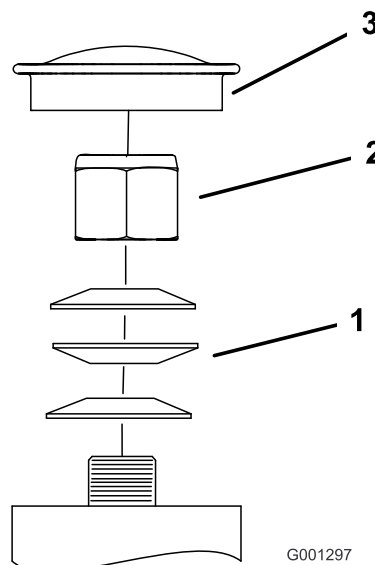

Figura 56
Importante: Verificate che le rondelle elastiche siano correttamente montate, come riportato nella Figura 56.
5. Montate gli scodellini parapolvere (Figura 56).
3. Togliete lo scodellino parapolvere dalla ruota orientabile e serrate il dado di bloccaggio (Figura 56).
4. Serrate il dado di bloccaggio finché le rondelle elastiche non sono piatte, quindi allentate di un quarto di giro per mettere a punto il precarico sui cuscinetti (Figura 56).